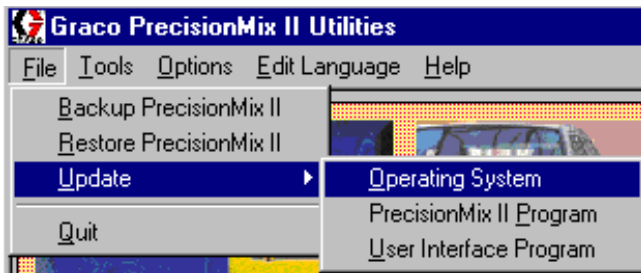

Fig. 13.19
1. Seleccione archivo ► actualizar ► sistema operativo. Vea la Fig. 13.19.